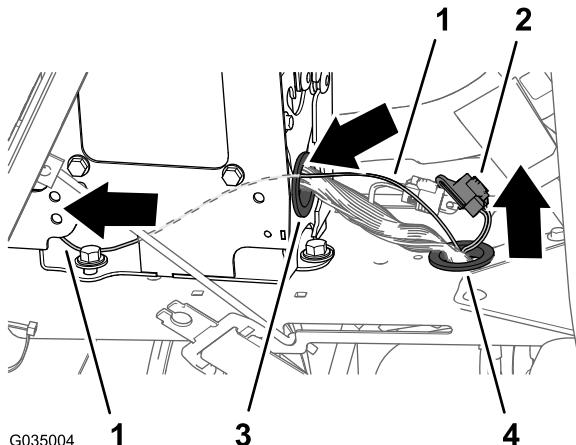

図 114
4. 後部用ワイヤーハーネスの 81 cm の枝線を、前部用ワイヤーハーネスに沿って上に進め、コンソールのチャネル材のハトメに通す図 114。
5. 後部用ワイヤーハーネスの 81 cm の枝線を、前部用ワイヤーハーネスに沿って上に進め、コンソールのチャネル材のハトメに通す図 114。